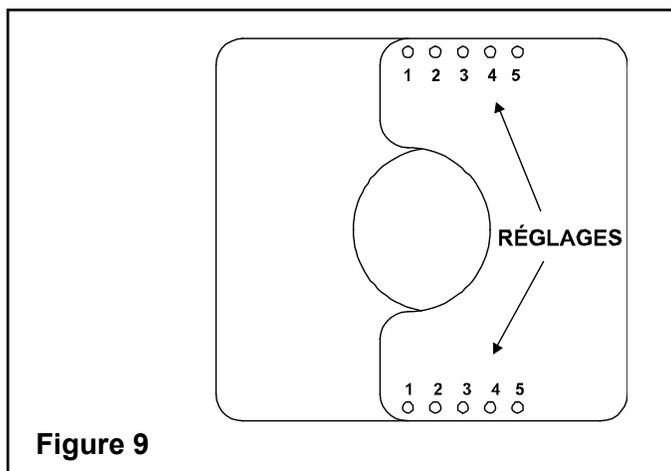

Figure 9
5. Centrez le restricteur du conduit de fumée sur l'évent et fixez en place à l'aide de deux vis auto taraudeuses (voir la figure 9).